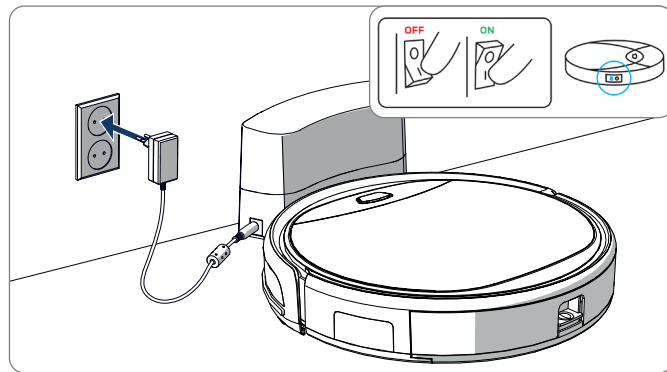

Figure 10 - Aufladen des Roboters mit der Ladestation
- In der Ladestation, siehe Abbildung 10. Die Stromanzeige an der Ladestation leuchtet während des Ladevorgangs auf.